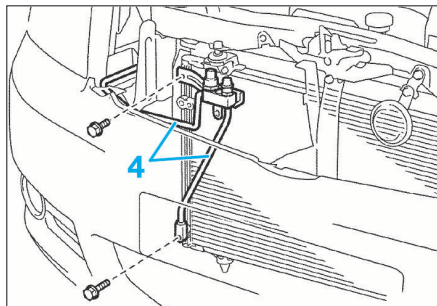

FIG. 25
- Déposer les 2 vis et débrancher la canalisation (4) (fig. 25).